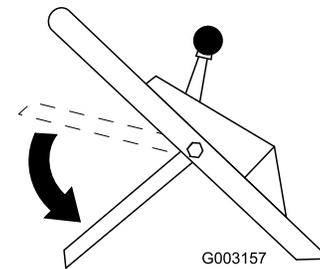

Figure 15
8. Sélectionnez la position la plus basse de la barre de commande (Figure 15).